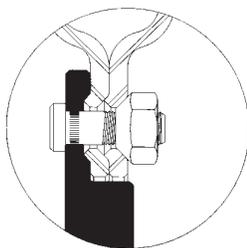

Figura 23
- ➔ Con las tuercas esféricas de 90° de 5/16"-18 pulgadas, (X-1146,7) o de 5/8"-18 pulgadas, (X-1148,9), utilice la secuencia de ajuste mostrada en la Figura 23. Las tuercas deben ser apretadas con un torque de 175-200 ft-lbs (seco).